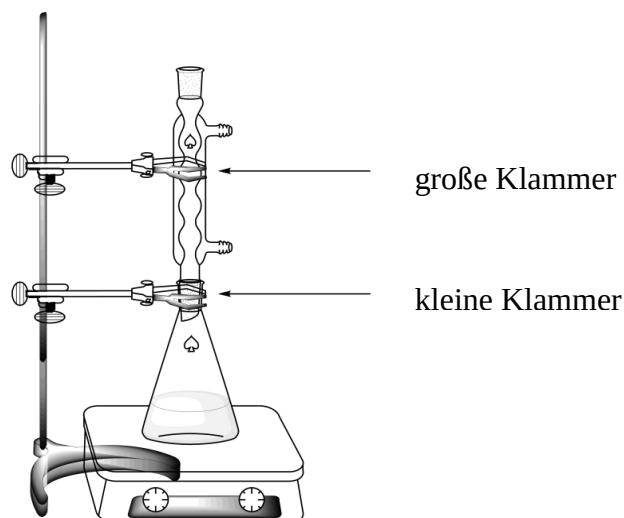

Abb. 1. Apparatur zum Erhitzen der Reaktionsmischung unter Rückflusskühlung
4. **Schließen** Sie den Rückflusskühler an, indem Sie die große Klammer lockern und eine Schliffverbindung herstellen (siehe Abb. 1). **Halten** Sie Ihre HELP-Karte in die Höhe. Die Laboraufsicht wird Ihnen dann die Wasserkühlung und die Heizplatte einschalten.
2. **Führen** Sie die Umkristallisation des Rohproduktes im 50 mL Erlenmeyerkolben mit **Schliff** mit der notwendigen Menge dieser Wasser/Ethanol-Mischung durch. Verwenden Sie den gleichen apparativen Aufbau wie für das Rückflussskochen (siehe Abb. 1). **Halten** Sie Ihre HELP-Karte in die Höhe. Die Laboraufsicht wird Ihnen dann die Wasserkühlung und die Heizplatte einschalten. Geben Sie bei Bedarf das Lösungsmittel über die obere Kühleröffnung zu.